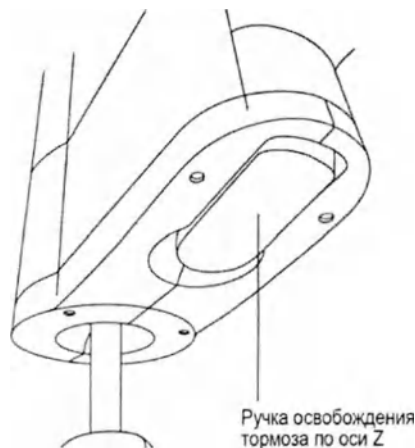

Рисунок 8-2 Ручка освобождения тормоза по оси Z
- g. Отпустить ручку тормоза по оси Z и поднять конец датчика усилия в самое верхнее положение (Рисунок 8-2).